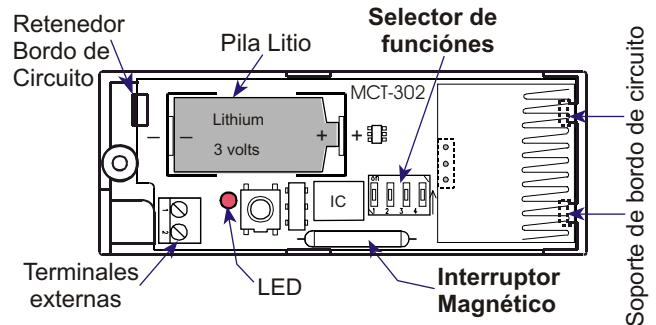

Figura 1: MCT302 con la cubierta removida
- Doble hacia fuera el detenedor del tablero de circuito (figura 1 y 5) y separe el tablero de circuito de la base.